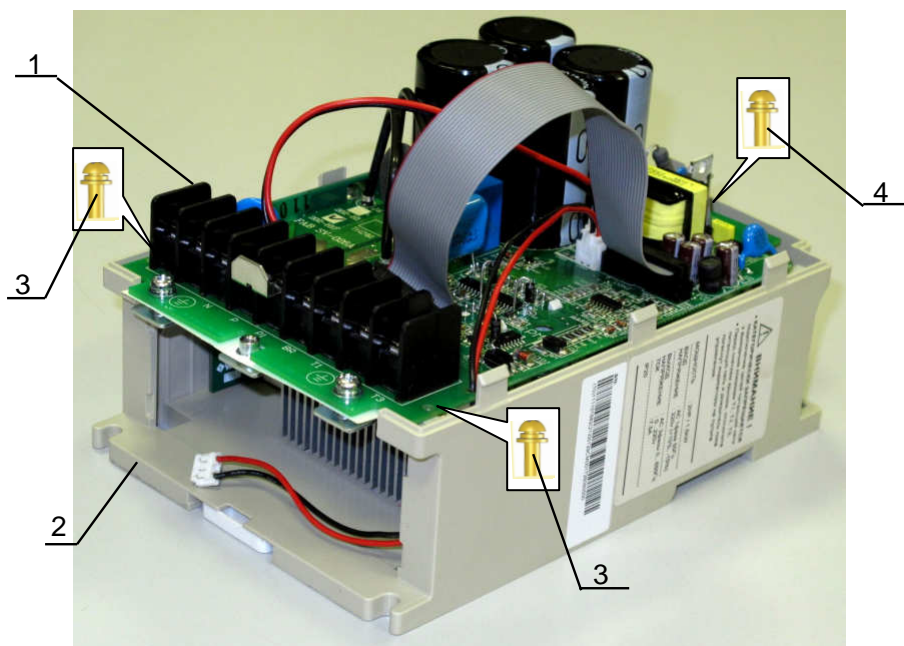

Рис. 7.12
7.4.1. Установить модуль ПЧ 1 в основание корпуса 2 (рис. 7.12).
7.4.2. Закрепить модуль ПЧ в основании корпуса винтами 3 и 4 (рис. 7.12).